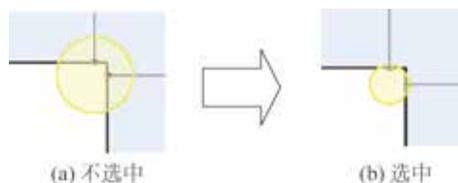

图 5.220 与折弯相切
- **与折弯相切** 复选框：只能在 **在折弯线上置中** 复选框被选中的前提下使用，选中此复选框，将生成与折弯线相切的边角切除，此时  文本框也被禁用，如图 5.220 所示。